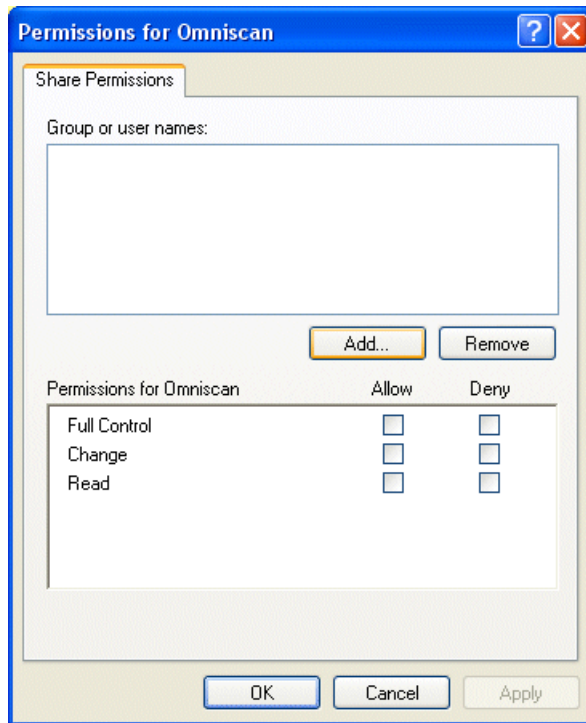

Рис. 7-15 Окно Разрешения для Omniscan (Windows XP)
7. В диалоговом окне **Permissions for Omniscan** нажмите **Add** [Добавить] (см. Рис. 7-15 на стр. 216).